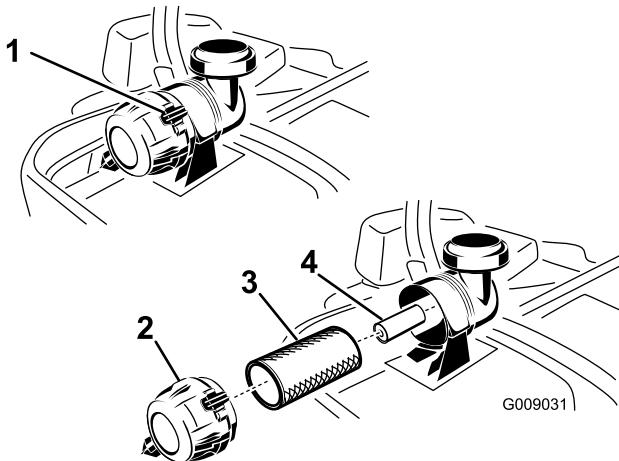

Figura 47
3. Presione hacia abajo para abrir los enganches del limpiador de aire y tire de la tapa del limpiador de aire para separarla de la carcasa del limpiador de aire (Figura 47).
5. Extraiga con cuidado el filtro primario del cuerpo del limpiador de aire (Figura 47). Evite golpear el filtro contra el lado de la carcasa.
- Instale la tapa del limpiador de aire y gírela hasta que los enganches la bloqueen en su sitio (Figura 47).